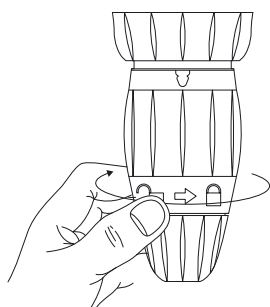

Fig. 10
2. Desrosqueie a porca de trava de ajuste de dosagem (com os desenhos dos cadeados) (Fig. 10).